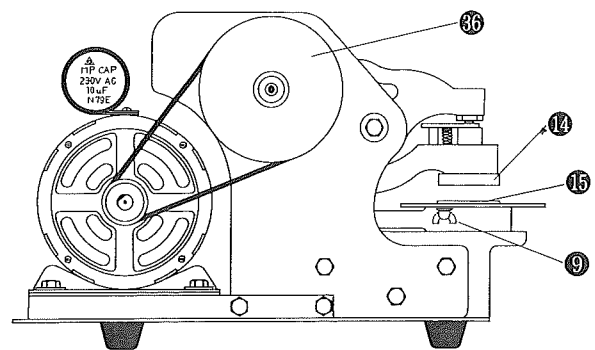

図 2
(図2-⑭の雌型と⑮の雄型の隙間に用紙が挟まった状態。)
3: 正面から見て左側に付いている㉕の主軸プーリー(図2参照)を、手前から後方へ止まる所まで回して下さい。
- ④のキースイッチをOFFにし、⑩の前カバーを手前に引き上げながらはずして下さい。
- ③①の印圧調整ボルトを②②の棒スパナで固定し、③③の固定ナットを③⑤のスパナでゆるめて下さい。
- ③⑥の主軸プーリーを手前から後に止まる所まで回して下さい。(図2参照)
- ③①の印圧調整ボルトを②②の棒スパナを使用して④④と④⑤の間隔を約3mmにして下さい。
▶ 調整方法注意 隙間は(図2の④④と④⑤の間隔)必ず3mmを基準としてから行って下さい。